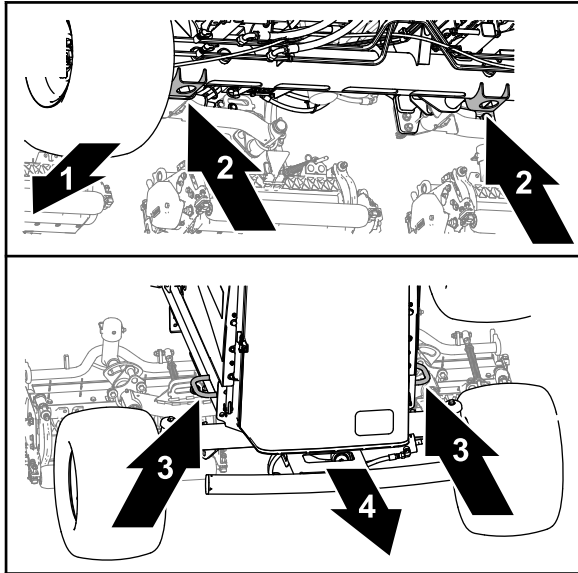

Figura 91
- Frente - o furo nos suportes do macaco do tubo do eixo dianteiro (Figura 91).